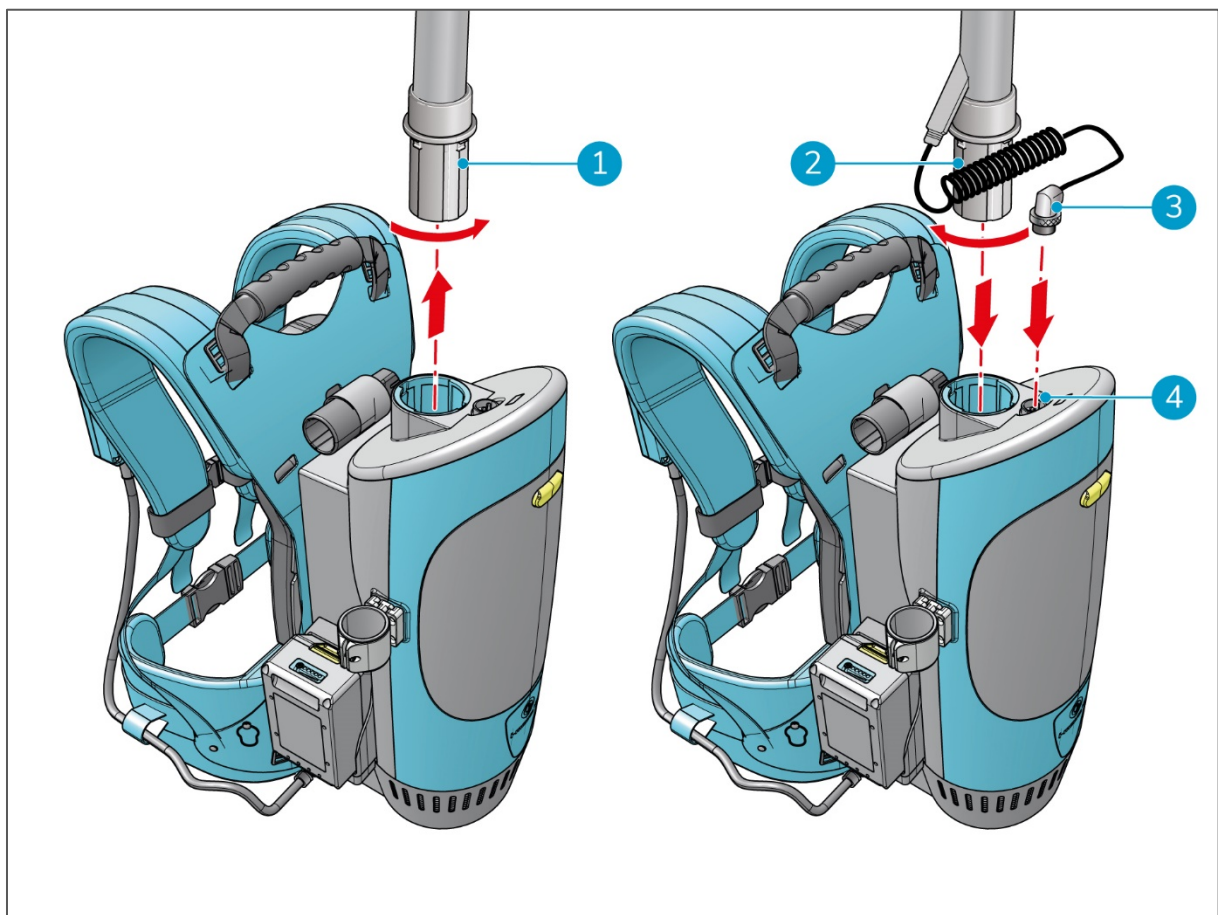

Figura 17
1. Ruotare il tubo flessibile dell'attrezzatura standard in senso antiorario (Figura 17, pos 1).
3. Inserire il tubo flessibile dell'i-brush nel manicotto (Figura 17, pos 2).
5. Collegare la spina dall'i-brush (Figura 17, pos 3) sul connettore di i-move 2.5B (Figura 17, pos 4).